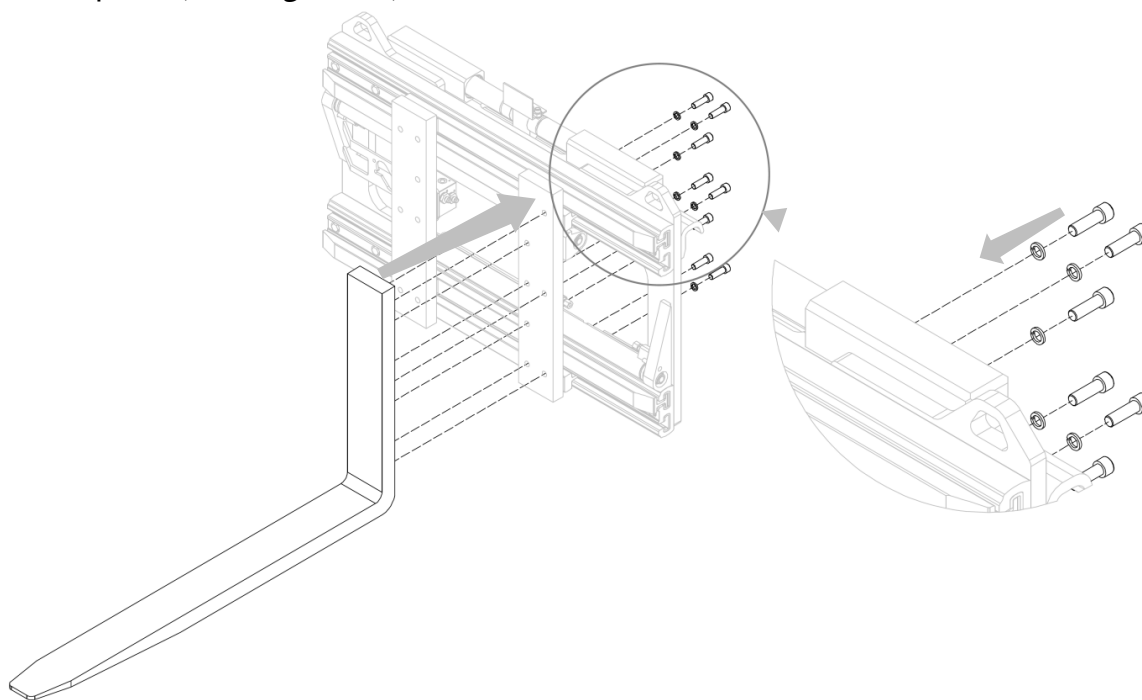

Figura 11
2. Aplicar las horquillas a los platos correspondientes, apretando los tornillos que las bloquean (mira *Figura 11*).